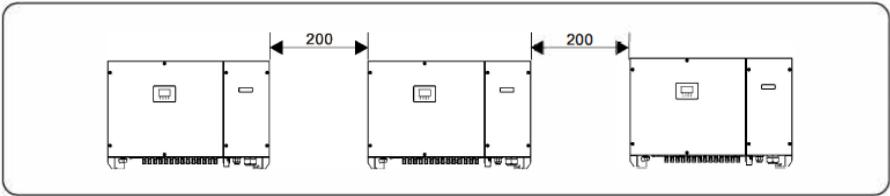
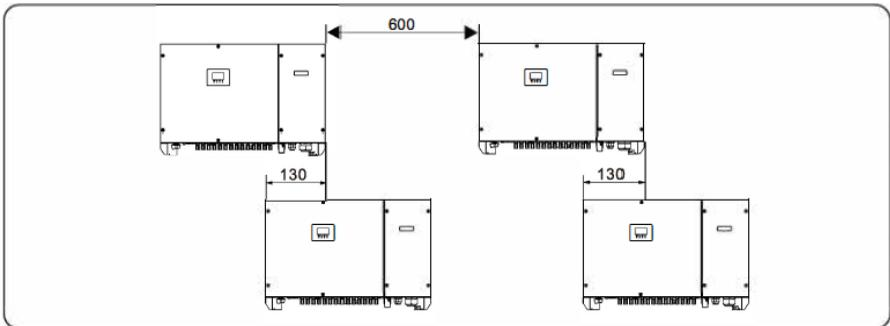

Figura 4.5 Instalación en la misma línea (unidad: mm)
Figura 4.6 Instalación en modo apilado (unidad: mm)
- Al instalar varios inversores, instáelos a lo largo de la misma línea (como se muestra en la figura 4.5) si dispone de espacio suficiente, e instáelos en modo triángulo o en modo apilado (como se muestra en la figura 4.6) si no dispone de espacio suficiente. Los modos de instalación garantizan un espacio suficiente para la instalación y la disipación del calor.